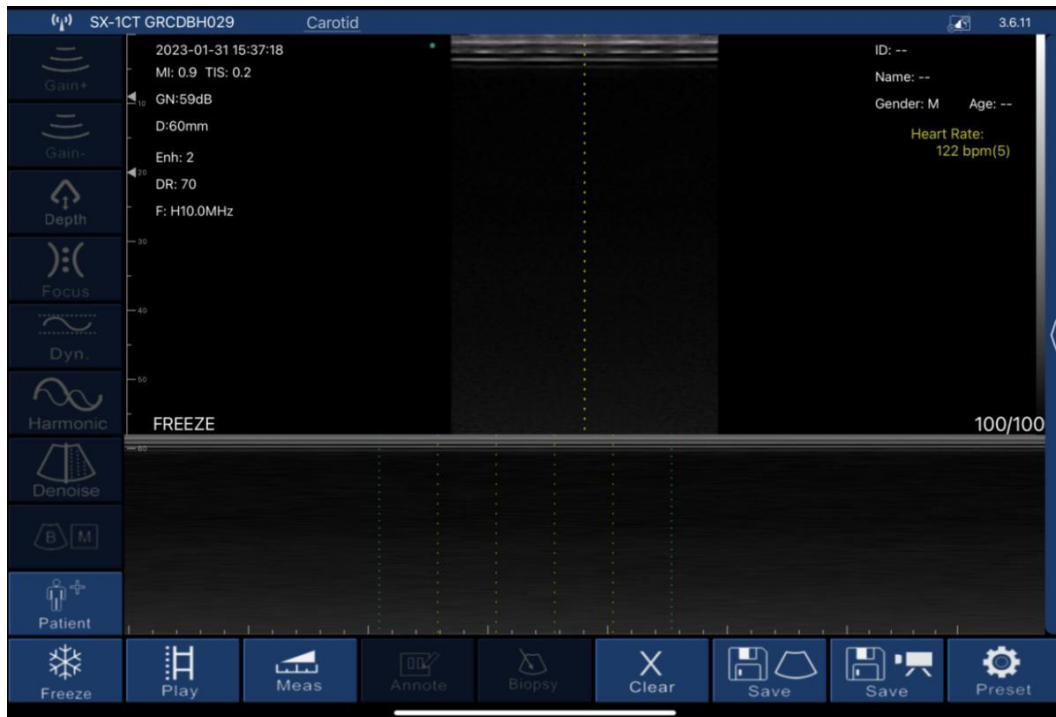

Figura 3-7 Interface de medição de batimentos cardíacos
No modo B/M, a posição da linha de amostragem pode ser ajustada tocando no círculo móvel na tela com o dedo (como mostrado na Figura 3-7 abaixo).
medido na tela congelada, a trajetória de medição aparecerá, clique no ponto móvel na linha de trajetória (como mostrado no meio da Figura 3-7), mova a trajetória e ajuste o comprimento. O tamanho dos dados de medição em tempo real é exibido no canto superior direito da tela. Entre eles, GA (CRL), GA (BPD), GA (GS) e GA (FL) são medidos da mesma maneira.